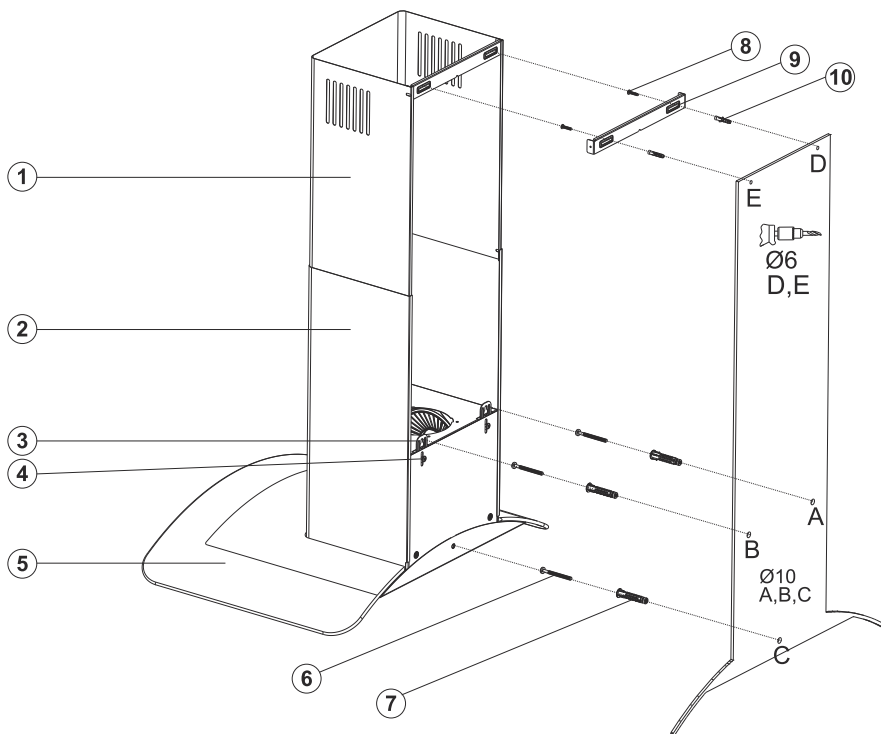

Fig. 11: MONTAGGIO, INSTALLAZIONE E COMPONENTI
- Allentare la vite di fissaggio della piastra di sospensione del prodotto (4), tirare la piastra di sospensione (3) verso l'alto e fissarla riavvitando la vite di fissaggio (Fig. 11).
- Fissare la dima di montaggio sulla parete all'altezza specificata (Vedere le distanze progettate minime e massime dal piano di lavoro). Perforare i punti A, B e C. (Fig. 11)
- Inserire i tappi a parete, Ø 10mm, nei fori realizzati con trapano A, B, C e D, e avvitare le viti nei punti A + B, in modo tale da lasciare uno spazio di 5 mm fra la testa della vite e la parete (Fig. 11)